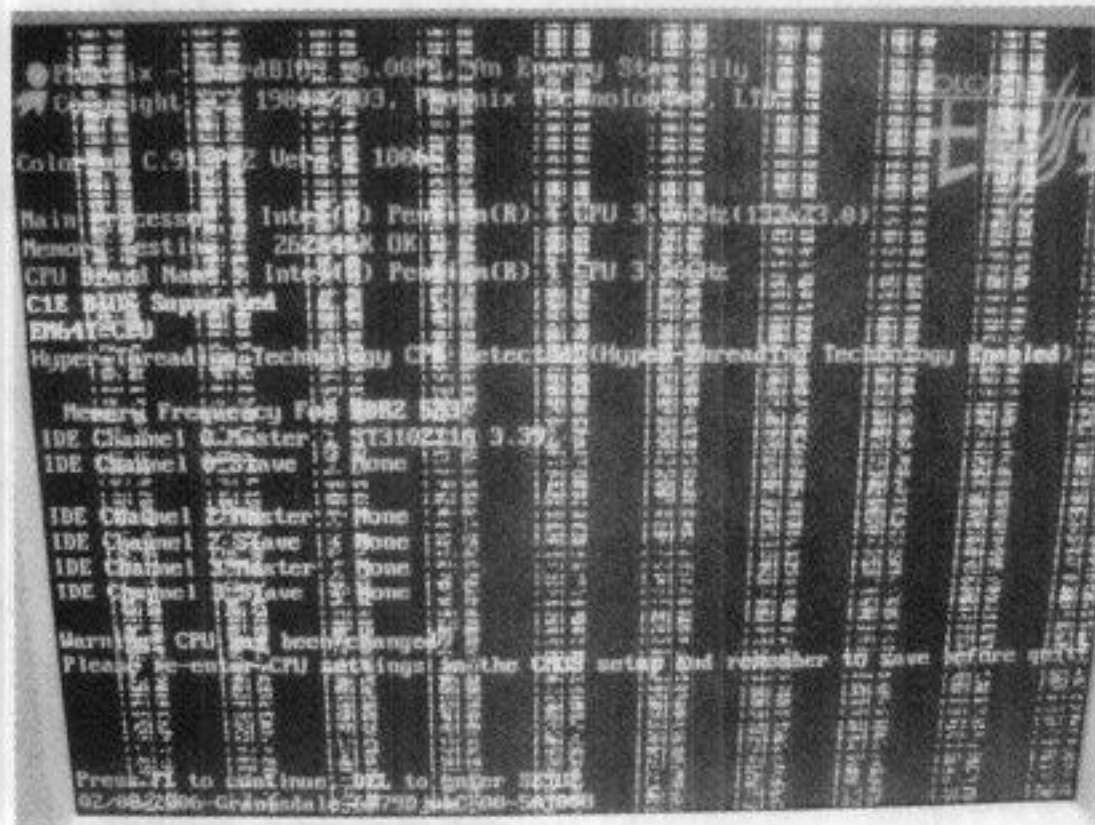

图 5-98 小花
(1) 上机测试, 发现花得不算严重, 勉强可以辨认, 如图 5-98 所示。